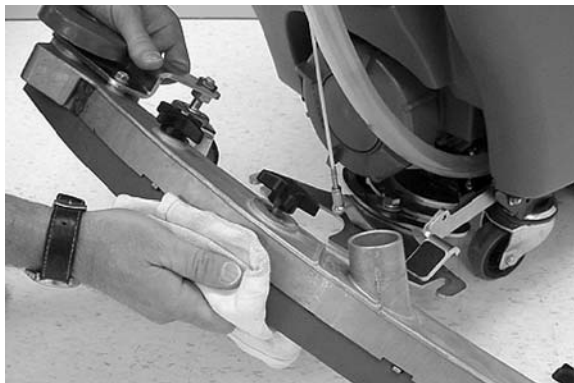

FIG. 41
6. Essuyez les lames du racloir (Figure 41). Entreposez le bloc de racloir en position relevée, afin d'éviter l'endommagement de la lame.